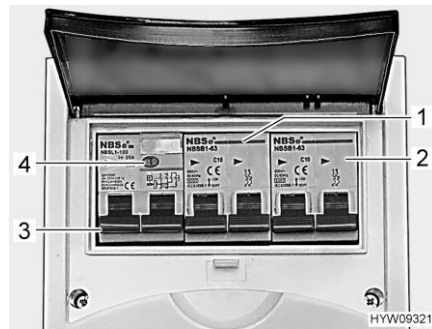

Fig. 160 Interruptor de protección de línea e interruptor FI (caja de fusibles de 230 V)
Un interruptor de corriente de defecto (interruptor FI) (Fig. 160,3) en la caja de fusibles asegura el vehículo completo contra corriente de defecto (30 mA).
El interruptor de protección de línea conectado en serie (10 A) (Fig. 160,1) asegura las cajas de enchufe de 230 V, el bloque eléctrico, el cargador adicional y el frigorífico.
En los vehículos con equipamiento especial, p. ej. la instalación de aire acondicionado en el techo, un interruptor de protección de línea adicional (16 A) (Fig. 160,2) asegurará el aparato.
- Si el vehículo está conectado a la alimentación de 230 V, pulsar la tecla de prueba (Fig. 160,4). Se debe activar el interruptor de corriente de defecto (FI).